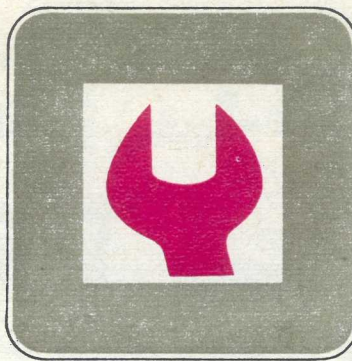

Bild 1 Vorderradbremse – Bremstrommel abgebaut
Bei der alten Ausführung (Einkreisystem) werden von der einen Kammer des Hauptbremszylinders alle vier Radbremsen betätigt, bei der neuen Ausführung gehen von der ersten Kammer je eine Bremsleitung zu den Vorderradbremmen und von der zweiten Kammer eine Bremsleitung zu den Hinterradbremmen. Der Bremsflüssigkeitsbehälter hat bei der neuen Ausführung innen eine Trennwand, wodurch zwei Kammern entstanden. Aus jeder Kammer führt jeweils ein Verbindungsschlauch zu den Kammern des Hauptbremszylinders. Die Vorderradbremse des Saporoshez ist als Duplex-Trommelbremse ausgelegt (Bild 1). Das Bremsschild (1), am Achsschenkel befestigt, dient zur Aufnahme der Radbremszylinder (2), der Bremsbacken (3) und der Zug- und Druckfedern (4/5). Die Bremstrommel aus Temperguß (Bild 2/1) bildet mit der Radnabe eine Einheit.